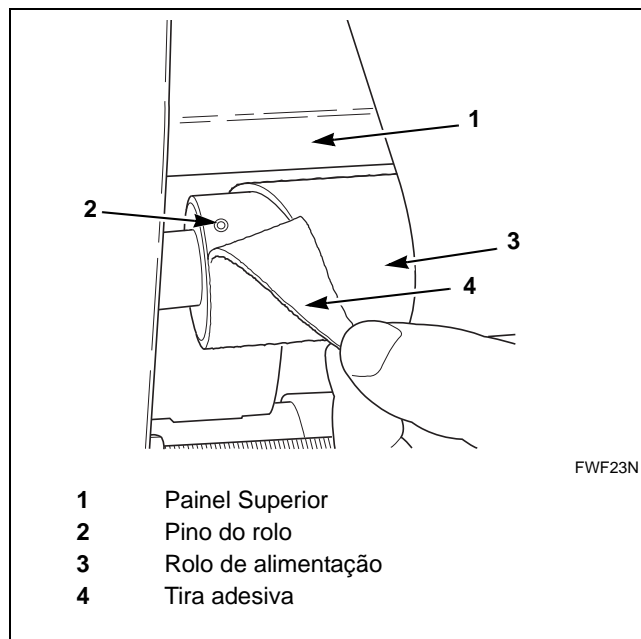

Figura 24
3. Retire o adesivo do lado esquerdo do rolo de alimentação para expor o pino do rolo. Consulte *Figura 24*.